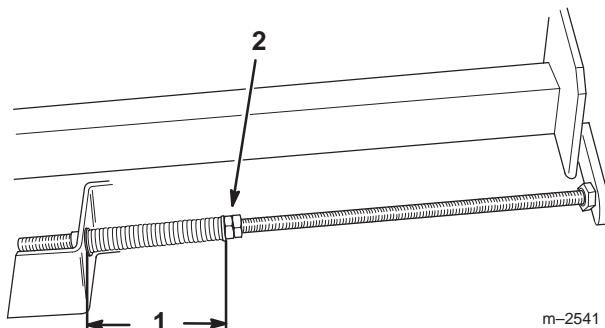

Figure 50
- Serrez les écrous de blocage sur les axes de réglage jusqu'à ce que les ressorts soient comprimés à 12,7 cm (Fig. 50).